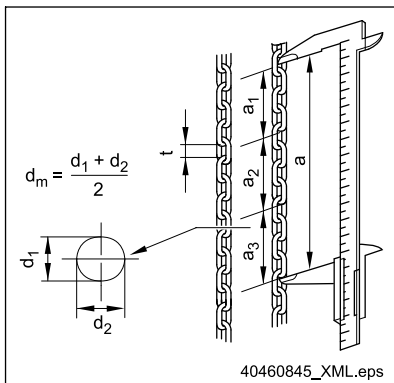

Abb. 49
- über 11 Kettenglieder \Rightarrow Abb. 49, Seite 75.